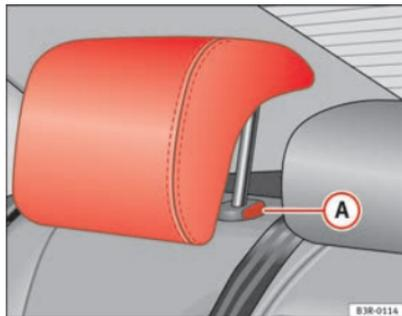

Abb. 5 Hintere Seitensitzplätze: Kopfstützen
- Drücken Sie den Knopf (A) ⇒ Abb. 5 und führen Sie die Kopfstütze nach unten.
- Drücken Sie auf die Taste (A) ⇒ Abb. 5 und ziehen Sie gleichzeitig die Kopfstütze heraus.